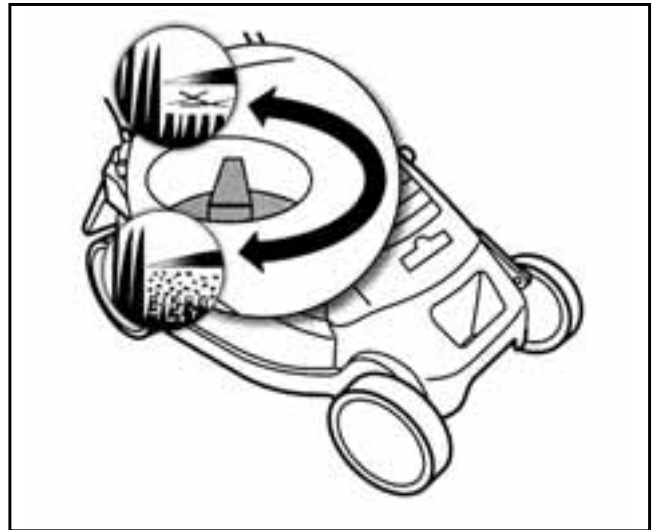

Fig. 15
- Tournez le sélecteur de système de tonte en position  (Fig. 15).
- Ponga el seleccionador de sistema de corte en posición  (fig. 15).
- Coloque el selector de sistema de corte en la posición  (fig. 15).
- Rodar o selector do sistema de corte em posição  (fig.15).
- Rode o selector do sistema de corte em posição  (fig.15).